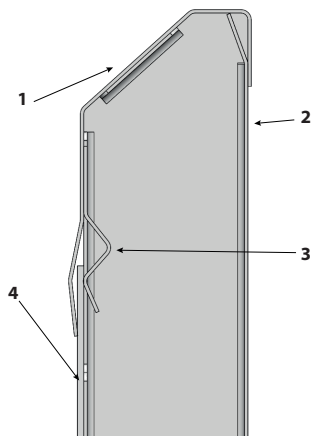

Rysunek 11. Demontaż osłony kominka.
- **Zdjąć osłonę kominka płyty grillowej przez zdecydowane pociągnięcie jej obiema rękoma ku górze (Rys.11).** Zdjętą osłonę należy zachować w celu ewentualnego ponownego wykorzystania w przyszłości.